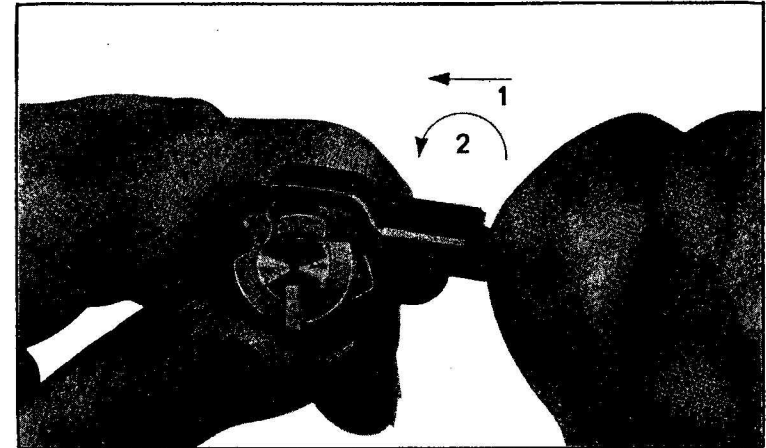

Fig. 82
1. Introdurre la punta dell'attrezzo combinato 109 tra l'estrattore ed il piolo estrattore, freccia n. 1 fig. 82.
2. Ruotare l'attrezzo combinato come indicato nella fig. 82, freccia n. 2, per agganciare l'estrattore e smuoverlo dalla sua sede (estrazione parziale), togliere l'attrezzo combinato.
1. Insert tip of combination tool 109 between the extractor and the extractor pin as shown by arrow n° 1 in figure 82,
2. rotate the combination tool as shown by arrow n° 2, figure 82, to hook the extractor and move it from its seating (partial removal).